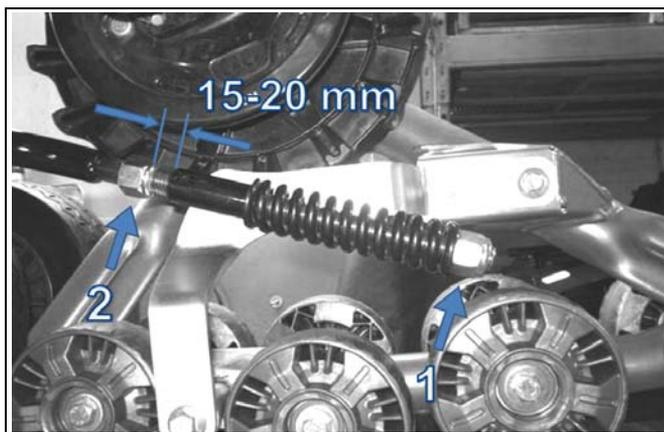

Figure 8
- Desserrer l'écrou (1) comprimant le ressort du bras stabilisateur (voir la Figure 8).
- Régler l'écrou (2) afin de produire une distance de 15 à 20 mm tel qu'indiqué.
- Tourner l'écrou (1) jusqu'à ce qu'il vienne en contact avec le ressort. Comprimer ensuite le ressort en tournant cet écrou de 1,5 tour.